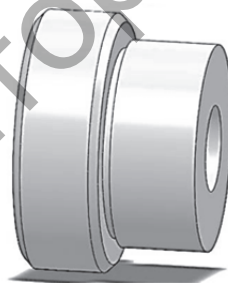

Рисунок 14.4
3. Создайте две фаски на большем цилиндре с размерами $1 \times 45^\circ$, используя команду «Фаска» (рис. 14.4).